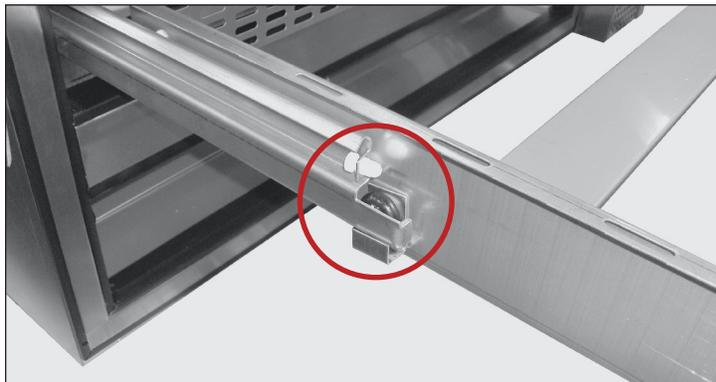

Рис. 1. Расположение скобы ролика.
3. Повернуть скобы роликов в нижнее положение. См. рис. 1 и 2.